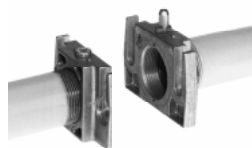

Рис. 28
- 1 Снять винты **V1** и **V2**, указанные на Рис. 28